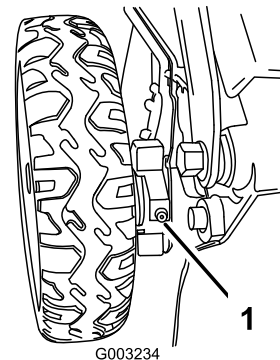

Figura 33
1. Limpie con un trapo limpio los engrasadores situados justo dentro de las ruedas traseras (Figura 33).